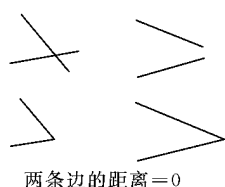

图 3.26 倒角处理前后的图形
⑦ 多个(M) 此选项用于一次可倒多组斜角。
【注意】 (1) 如“圆角”命令一样,“倒角”命令中设置两条边的距离为 0,可以自动延伸和修剪对象,直至它们相交。如图 3.26 所示。
(2) 如果要被倒角的两个对象都在同一图层,则倒角斜线将位于该图层。否则,倒角斜线将位于当前图层上。